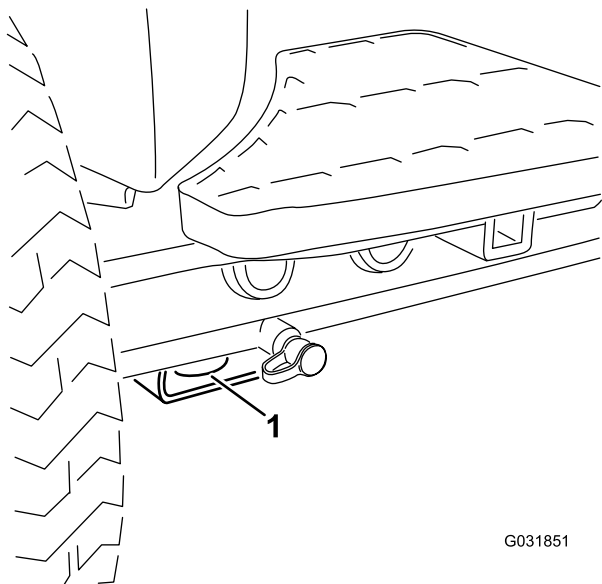
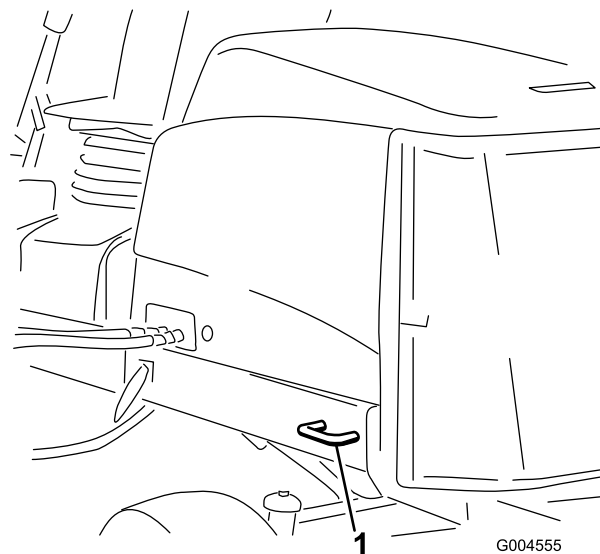

図 38
図 39
5. 機体についているロープ掛けポイントを使い、チェーンやロープ、ワイヤなど適切なものでしっかりと機体をトレーラに固定する 図 38 と 図 39。
- 前各前輪の内側、アクスルチューブの下にある四角いパッド 図 38
- 後車両の左右側それぞれの後フレーム 図 39